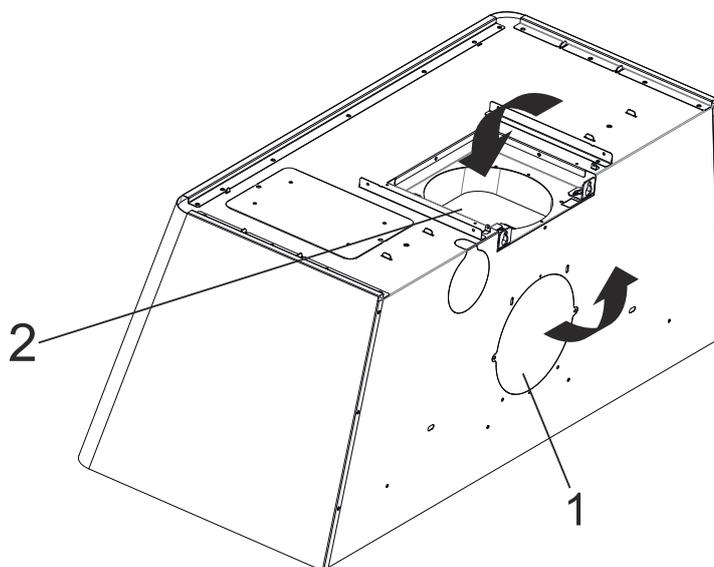

Fig. 17: .
2. ➤ Per ruotare il motore, sopprimere e battere con cautela la piastra posteriore precedentemente tagliata. (Fig. 17/1).
4. ➤ Per chiudere il foro in alto, utilizzare la piastra scanalata e 2 viti (Fig. 17/2).